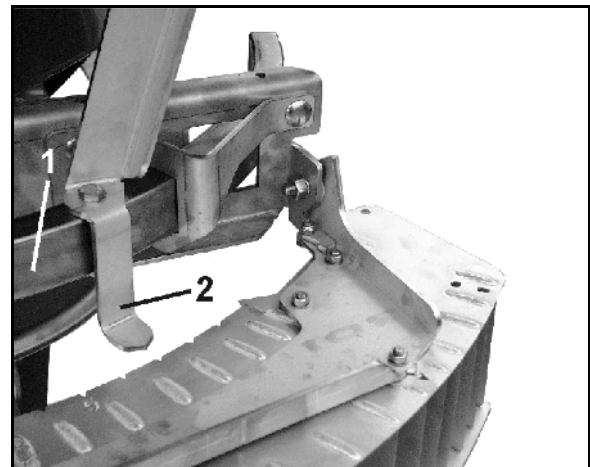

Fig. 75
2. Den Grenzstreuschirm auf dem Führungsbügel (Fig. 75/1) soweit verschieben bis der Zeiger (Fig. 75/2) auf den einzustellenden Wert aus der Streutabelle (Fig. 73) steht.